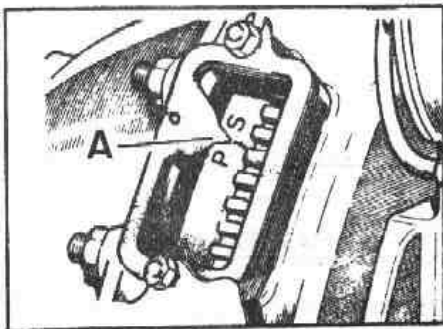

Fig. A1-85 Sincronización del punto muerto superior (P.M.S.)
- 1.9. Girar el cigueñal en su sentido normal de trabajo (hacia la derecha) hasta que el índice de referencia para puesta a punto quede alineado con la marca del P.M.S. (ver detalle, A Fig. a1-85). Las dos válvulas del cilindro - n° 1 tendrán que estar completamente cerradas, o lo que es igual, las válvulas de cilindro n° 4 en posición de "cruce". De no estar las válvulas en estas circunstancias, habría que dar al cigueñal otra vuelta completa.